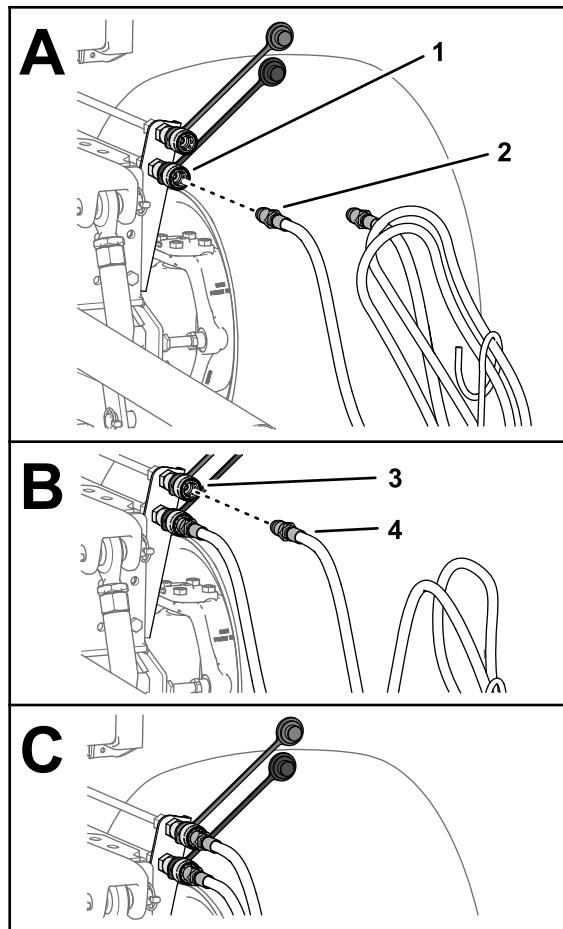

Bild 29
- Verbinden Sie die Schnelltrennkupplung des Schlauchs zum Ausfahren des Kippzylinders am Anbaugerät mit der Schnelltrennkupplung des Hydraulikkreises zum Ausfahren des Kippzylinders an der Maschine (Bild 29).
8. Verbinden Sie die Schnelltrennkupplung des Schlauchs zum Einfahren des Kippzylinders am Anbaugerät mit der Schnelltrennkupplung des Hydraulikkreises zum Einfahren des Kippzylinders an der Maschine (Bild 29).